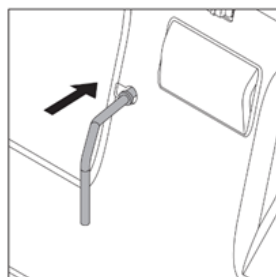
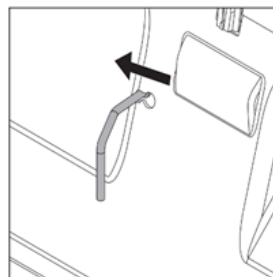

Fig.33A
Fig.33B
5. Spingere la valvola di bypass in avanti e poi verso sinistra per farla aderire. Altrimenti il motore non si avvia. (Fig.33A/Fig.33B)